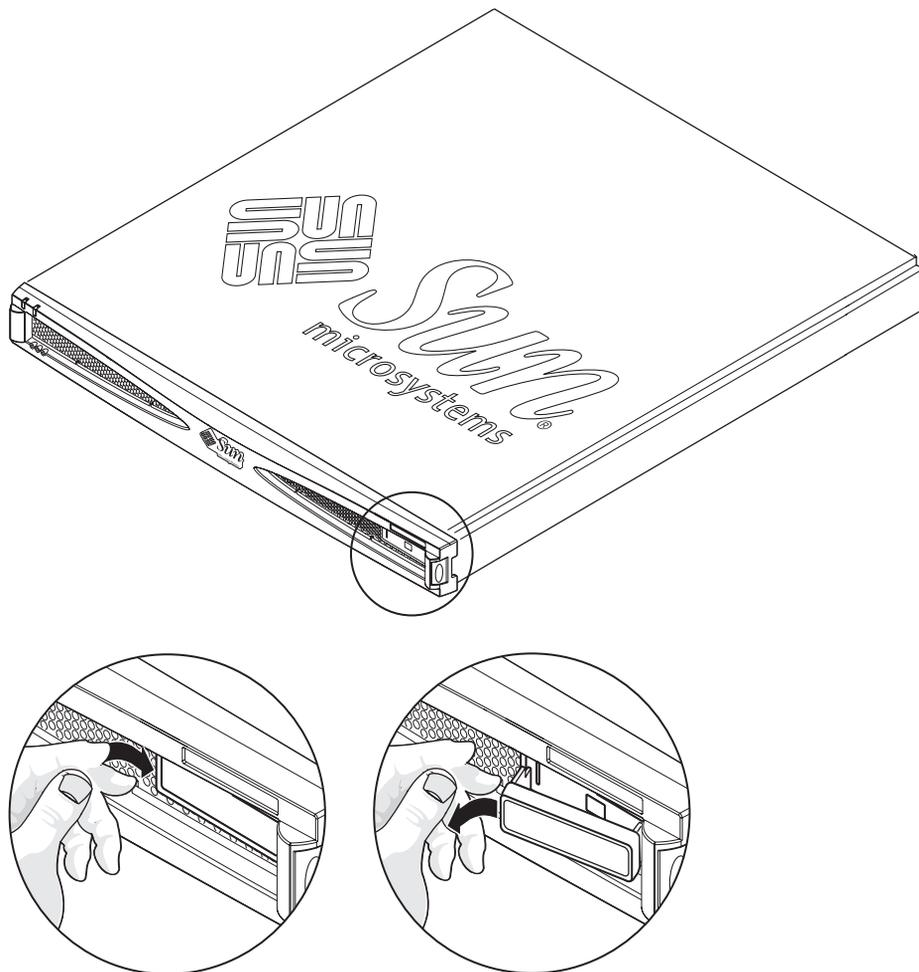

FIGURA 1-4 Rilascio del dado di fissaggio sinistro per rimuovere la targhetta
1. Premere l'estremità sinistra della targhetta verso destra (vedere la FIGURA 1-4).